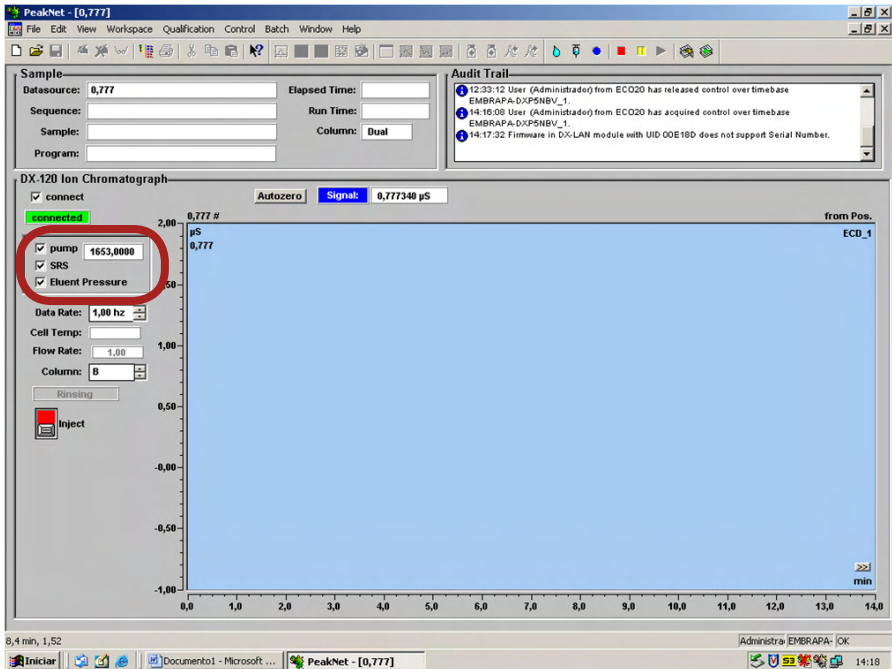

Figura 6. Tela principal do Peaknet 6 após a conexão com o módulo analítico.
- A supressora (**SRS**), como indicado na Figura 6.